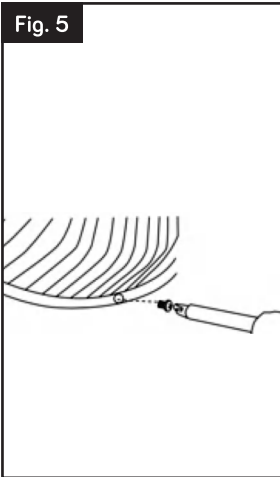

Fig. 6
5. Pase el cable eléctrico por la placa de soporte (fig.6).